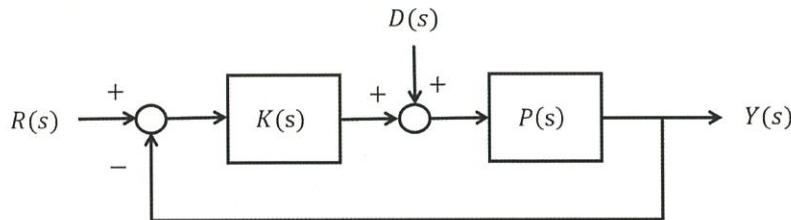

図 1
- 3) この制御対象と $K(s) = 1$ からなる図 1 のフィードバック制御系を考える. このときの一巡伝達関数のナイキスト軌跡の概形を描き, 制御系の安定性を判別せよ. ナイキスト軌跡は角周波数が ∞ に近づくときの特徴がわかるように図示すること. さらに, 制御系が安定であるとき, そのゲイン余裕を求めよ.